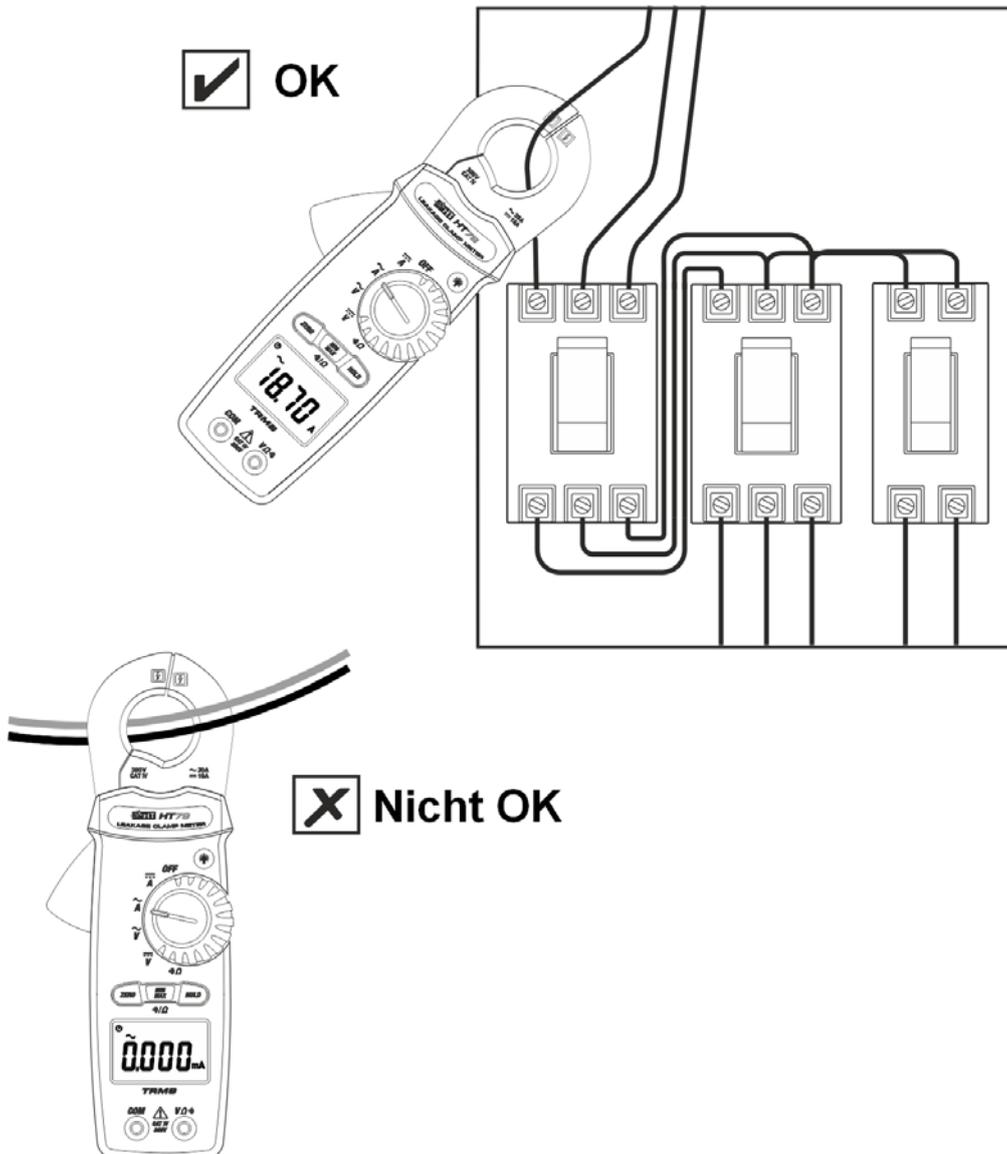

Abb. 9: Verwendung des Gerätes für Wechselstrommessung
2. Setzen Sie den Leiter ins Zentrum der Zangenöffnung (siehe Fig. 9), damit Sie eine genauere Ablesung der Messwerte erhalten (siehe Fig. 2). Der Wechselstromwert erscheint auf dem Display.